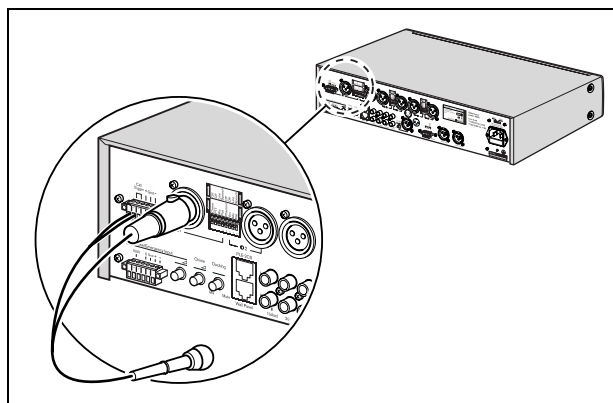

рисунок 4.3: Разъем XLR с триггером.
- Разъем XLR с триггером. см. рисунок 4.3.